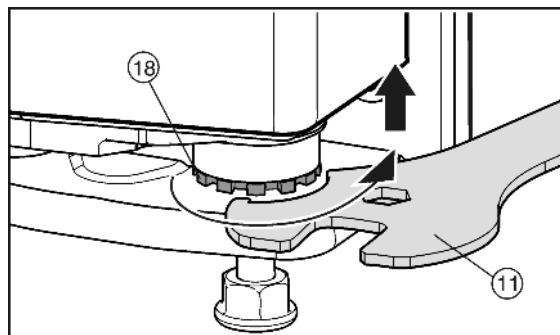

Fig. 13
- ▶ Чтобы поднять дверцу выверните вправо опорный палец Fig. 13 (18) с помощью прилагающегося вильчатого ключа Fig. 13 (11). При поставке опорный палец полностью вкручен.